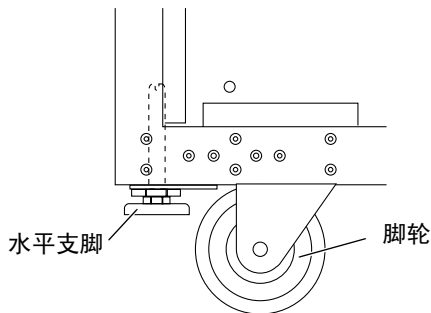

图 6-1 缩进水平支脚
4. 如图 6-1 所示，抬高水平支脚，确保各支脚均完全缩进机柜的框架中。